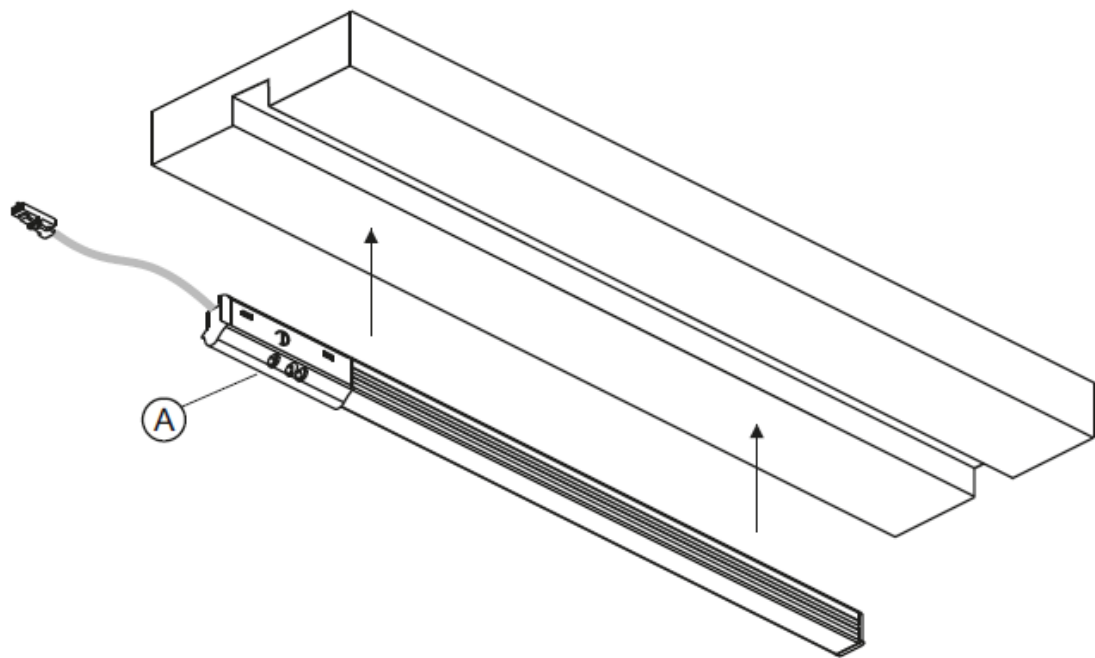

Fig.4
- Feed the power cable into the hole and install the lighting profile by applying light pressure until it is seated in the recess, as shown in figure 4,6,7.
- Das Stromkabel in die Bohrung einführen, dann das Lichtprofil vorsichtig ganz in die Bohrung drücken (Abb. 4,6,7).
- Insérer le câble d'alimentation dans la cavité puis installer le profilé lumineux en effectuant une légère pression jusqu'à insertion totale par fraisage comme indiqué figure 4,6,7.